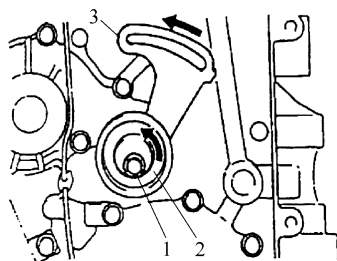

图 6-16 安装张紧轮到发动机
2) 安装张紧轮 2 和张紧轮板 3:目前还不能用扳手来紧固张紧轮螺栓 1 和柱头螺栓。只需用手紧固即可。检查张紧轮板沿箭头方向移动时,张紧轮是否会沿着相同的方向移动。如果没有发生相关移动,则应再次将张紧轮和张紧轮板拆除,并将突耳重新插入到张紧轮孔中,如图 6-16 所示。